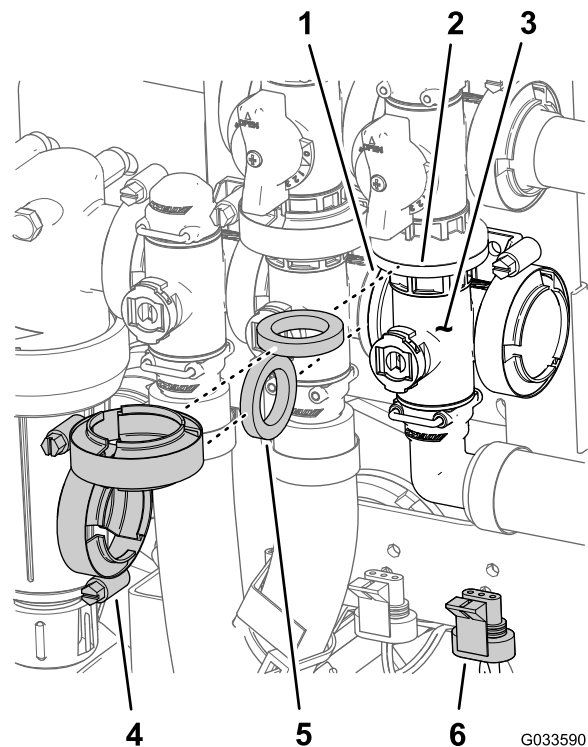

Figura 129
3. Aliniază flana supapei colectorului braului principal, o garnitură i supapa colector de agitare (Figura 129).
4. Montai supapa colector a braului principal, garnitura i supapa colector de agitare cu o clemă cu guler i strângerii manual (Figura 129)
1. Aliniază flana supapei colector a braului principal, o garnitură i flana supapei de bypass a braului principal (Figura 129).
- Montai supapa de agitare la suportul de montare a supapei cu urubul cu guler i contrapiulia cu guler pe (Figura 129) demontate la pasul 3 din Demontarea supapei colector a braului principal \(Pagină 81\) i strângei piulia i urubul la un cuplu de 10 - 12 N·m.